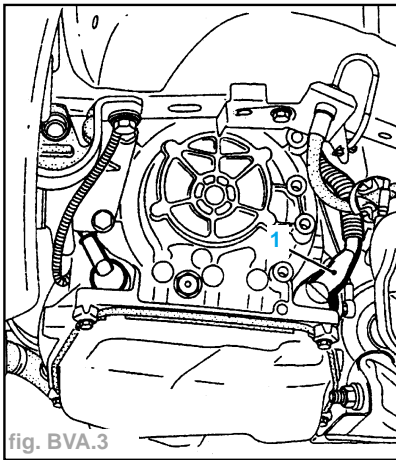

fig. BVA.3
- Déposer et dégager le contacteur multifonction (1) (fig. BVA. 3).